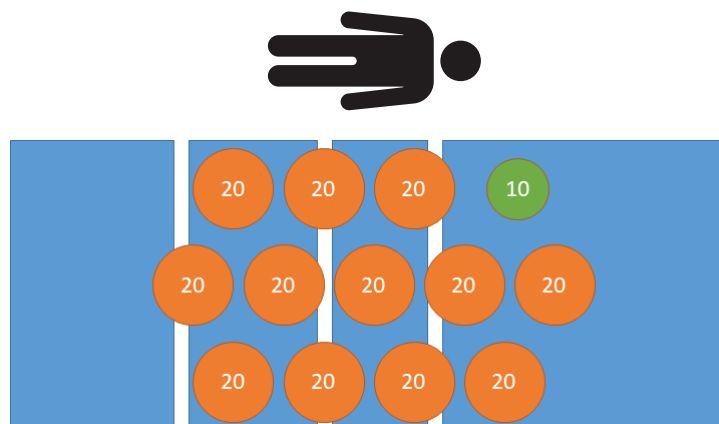

Figur 9 – Sengeforlænger ude og låst
19. Forlæng sengeforlængerens til dens ude og låste position. Fold sengeforlængerbakken mod produktets fodende (Figur 9).